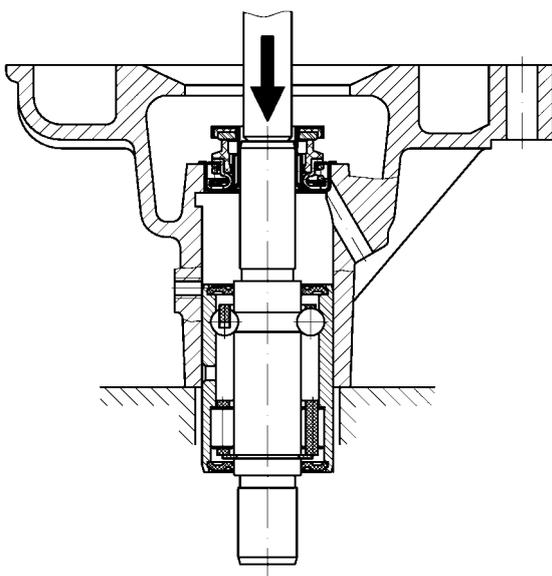

Рис.90. Выпрессовка подшипника с
- выпрессовать из корпуса подшипник (рис.90). Выпрессовку подшипника производить на прессе или с помощью медной оправки. Для более легкой выпрессовки рекомендуется нагреть водяной насос до температуры плюс 80 °С;